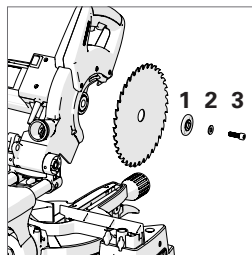

Fig. 20
Installare la flangia esterna (1) (con il lato piatto contro l'apparecchio), la rondella (2) e la vite ad albero (3) (Fig. 20).